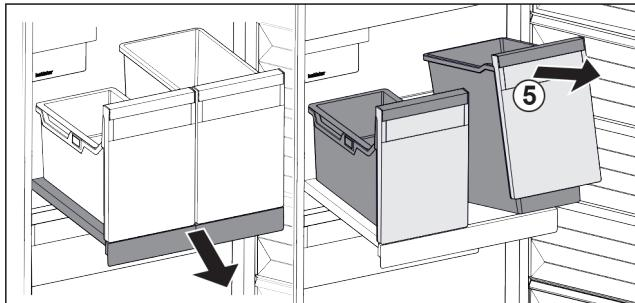

Fig. 99
- Behälter Fig. 99 (5) vorne anheben.